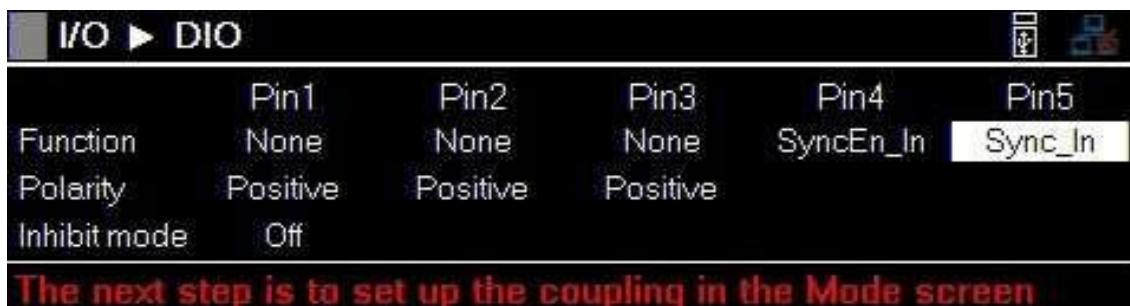

Figure 10.9 Entrée Synchronisation
- Configurez avant tous les modules principaux esclaves pour Entrée Synchronisation comme le montre la **figure 10.9**.